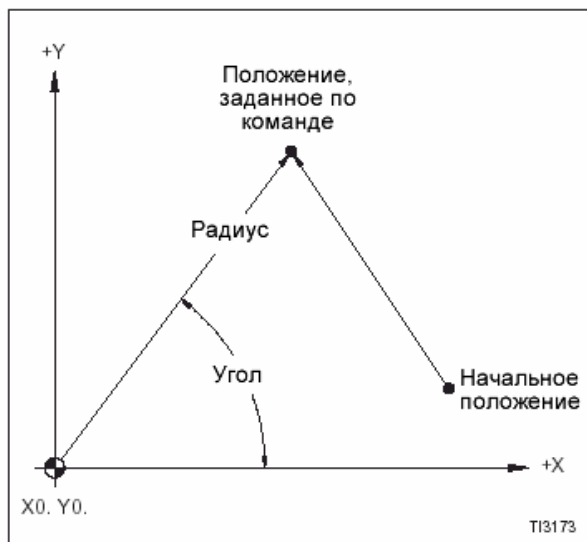

Рис. 4.5 Абсолютный радиус и угол
Для сохранения последовательности операций в примерах программирования полярных координат, рис. 4.5 – 4.8, используйте выбор плоскости G17 (XY).